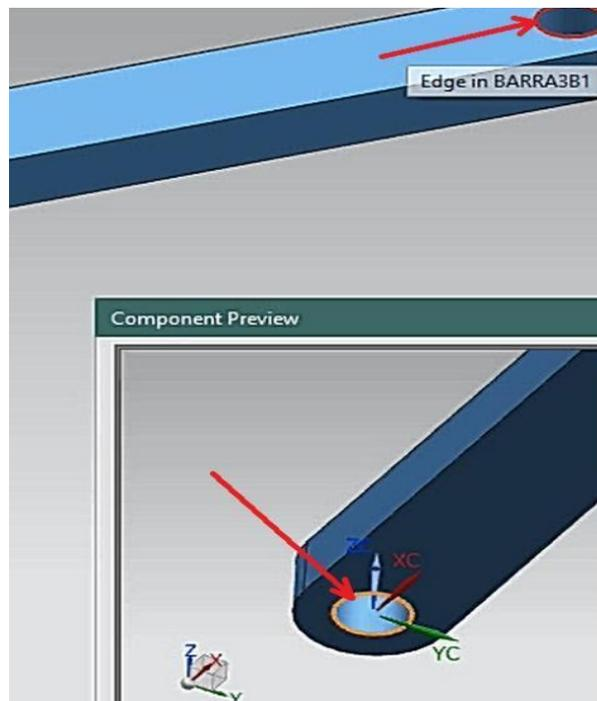

Figura 1.47 Circunferencia superior de barra3b1.prt y circunferencia inferior de barra3b2.prt.
- Elegir el tipo de restricción **Concentric**. Seleccionando la circunferencia inferior de barra3b2.prt y la circunferencia superior de la barra3b1.prt (Figura 1.47).